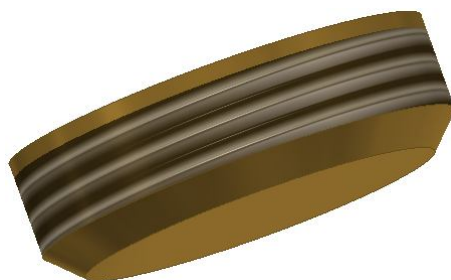

Рис. 7.2. Создание резьбы и фаски
2. Создайте резьбу на цилиндре командой «Резьба» , а затем фаску командой «Фаска»  (рис. 7.2).